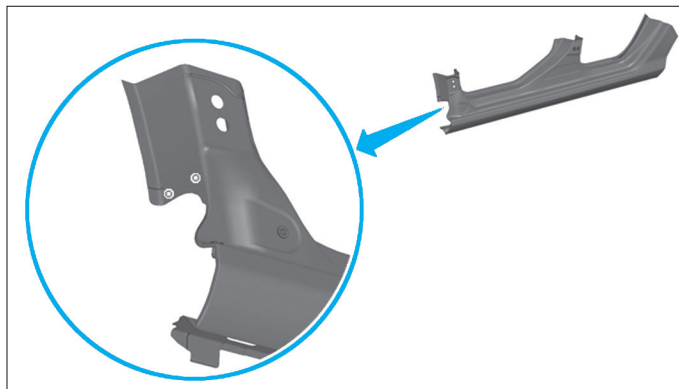

FIG. 109
- Percer des trous Ø 6,5 mm pour le soudage par points bouchons (Fig.109).